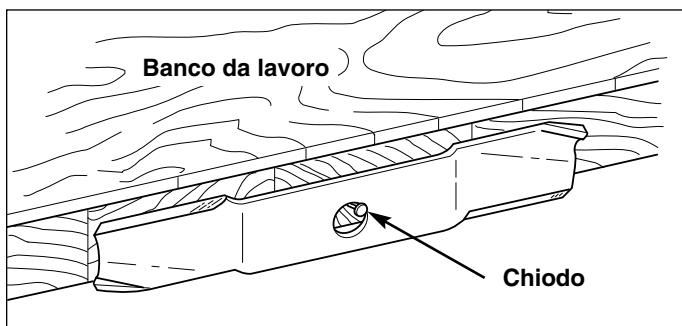

Figura 18. Bilanciamento della lama
5. Equilibrare la lama come indicato nella Figura 18. Centrare il foro della lama su un chiodo lubrificato con una goccia di olio. Una lama equilibrata resta a livello.